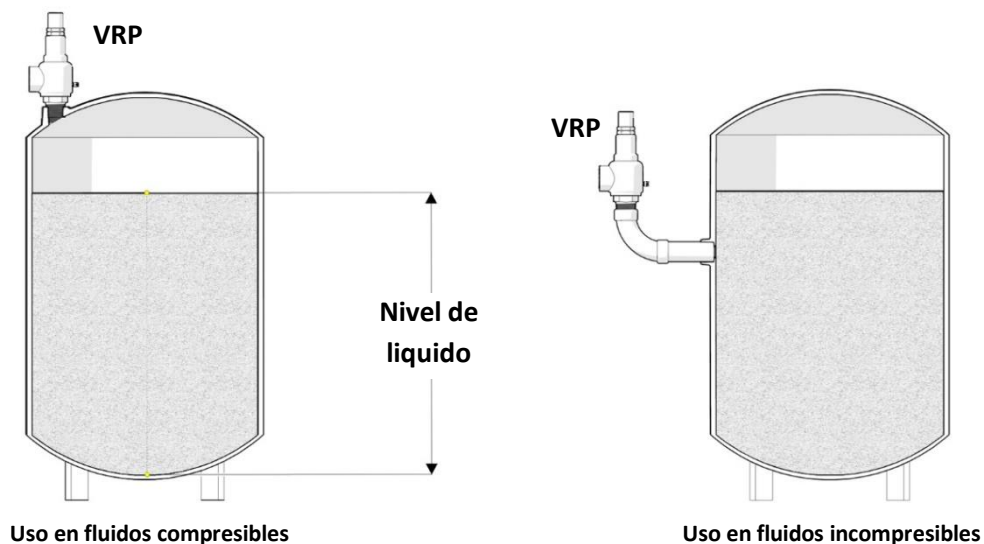

Fig. 9 Ubicación de válvula de acuerdo a tipo de fluido.
9. **Cuando la aplicación de la válvula es un fluido compresible la válvula debe ser instalada en el recipiente o una línea conectada al espacio de vapor por encima del nivel de líquido.** (Fig. 9)
10. **Cuando la aplicación de la válvula es un fluido incompresible la válvula debe ser instalada en el recipiente o una línea conectada por debajo del nivel de líquido.** (Fig.9)